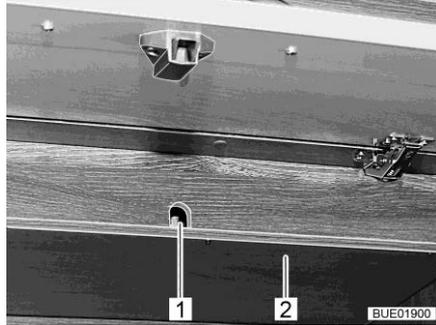

Fig. 202 Trampilla en el armario de pared
- Quitar la cubierta (Fig. 202,2) debajo del orificio de acceso (Fig. 202,1) a la manivela.